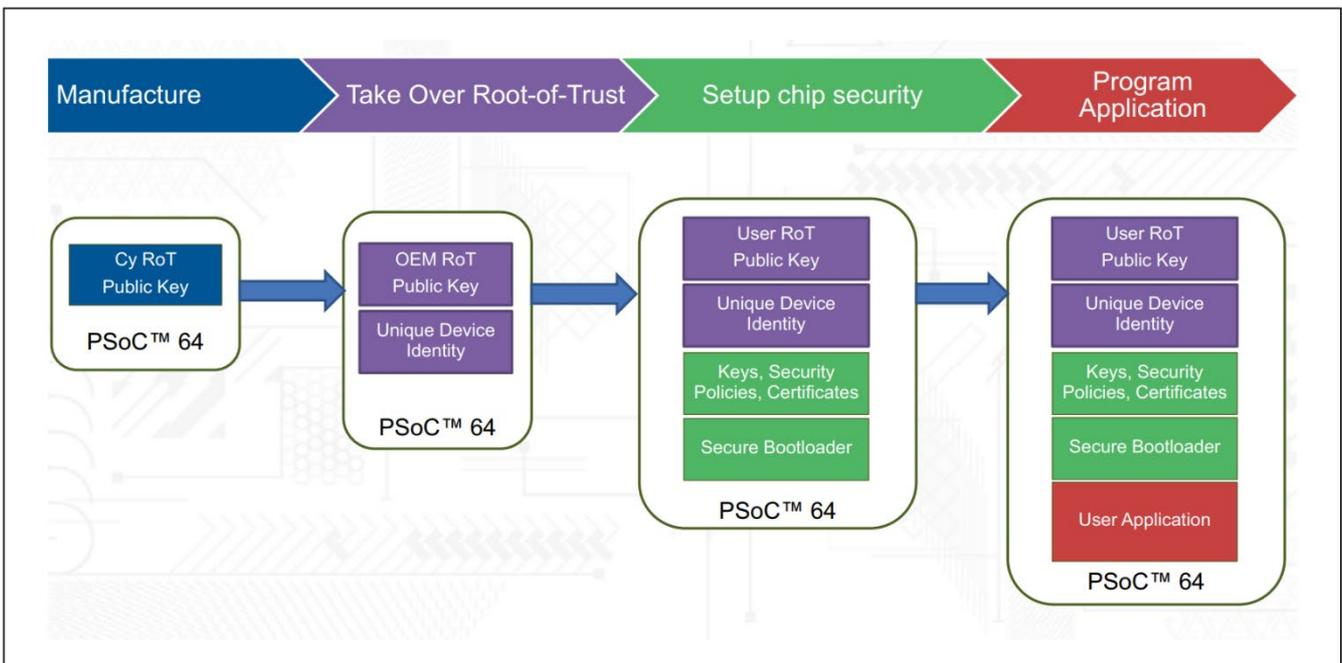

图 9 PSOC™ 64 使用流程
- 将 RoT 从 Cypress 转移到用户/OEM，如图 9 所示